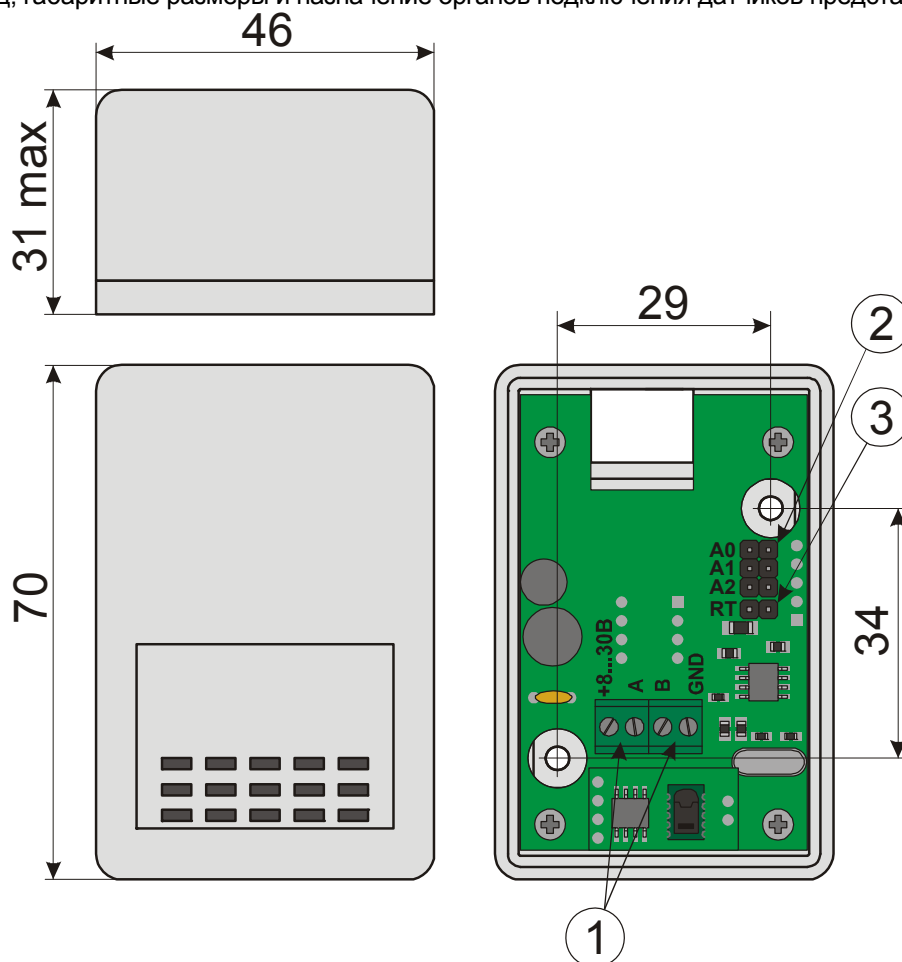

Рисунок 1 – Внешний вид, габаритные размеры и назначение органов подключения датчиков
4.4 Подключите, при необходимости, терминирующий резистор “RT” датчика к шине Sensor (SBus) установив соответствующий джампер (см. рисунок 1).
4.5 Подключите информационный кабель и кабель питания шины к клеммным блокам датчика (см. рисунок 1) в соответствии с маркировкой.